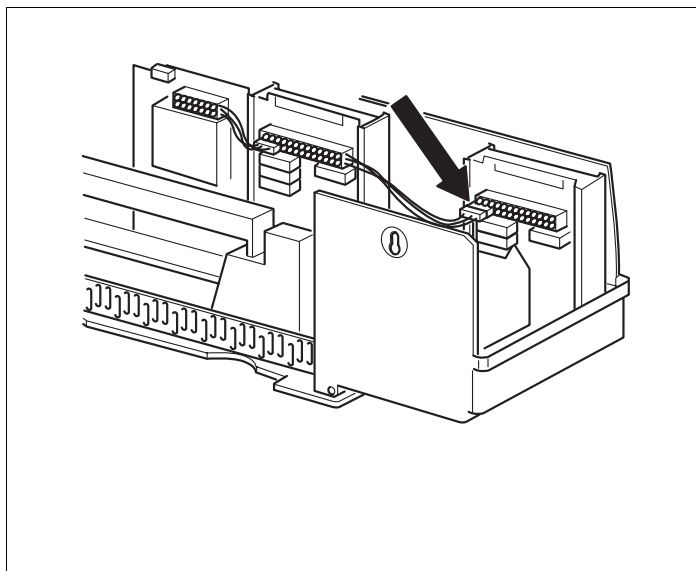

Рис. 20 Подводка напряжения 230 В
- Вставить соединительный штекер (230 В) модуля в предусмотренный для него разъем (для подключения модуля в разъем 1, см. стрелку на рис. (Рис. 20).